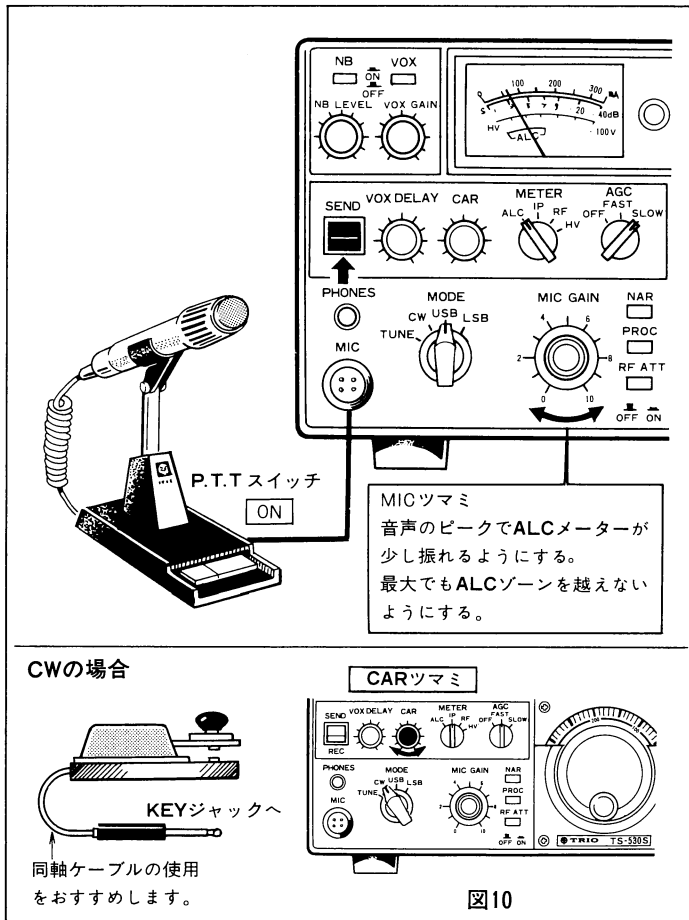

図10
- ② MODEスイッチを、運用するMODE(3.5, 7MHzはLSB, 14, 21, 28MHzはUSB)に合わせます。
- ③ スタンバイスイッチをSENDにします。(マイクPTTスイッチがついている場合、そのスイッチをONさせても良い。)
- ④ メータースイッチをALCとしMICツマミを時計方向に回しながら、マイクに向かって発声しますとメーターが振れます。図10に示すように、音声のピークでALCメーターが少し振れる位置が最適位置です。最大でもメーターのALCゾーンを越えないように、MICツマミを調整してください。
- ① 電鍵を背面のKEYジャックに接続します。
- ② MODEスイッチをCWにします。
- ③ スタンバイスイッチをSENDにします。
- ④ 電鍵をダウンの位置にしますと、メーターが振れます。(METERスイッチは、ALCの位置)
- ⑤ メーターの振れが、ALCゾーン(図10参照)の半分位になるようCARツマミを調整してください。